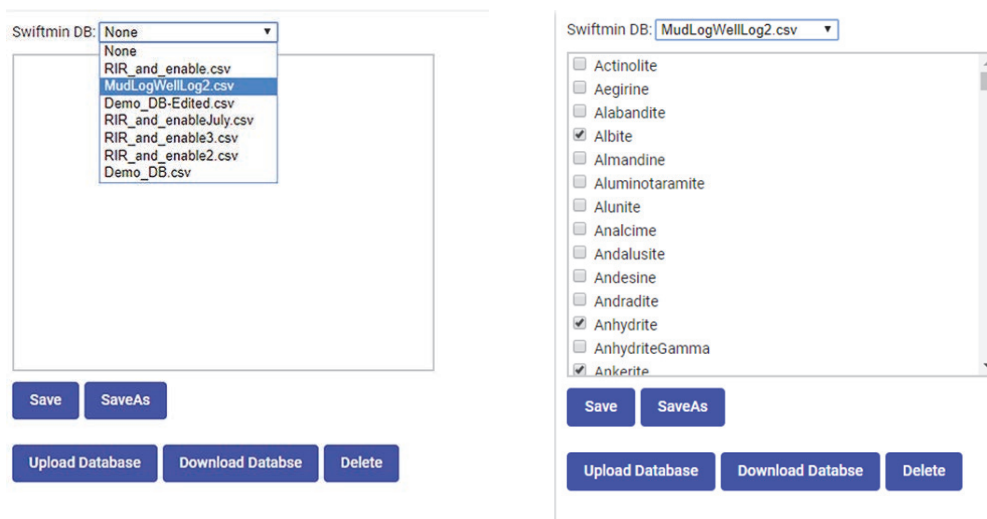

图 5-8 选择数据库（左图）和编辑矿物列表（右图）
2. 点击**SwiftMin DB**选项框中的下拉箭头，选择一个数据库（参见第74页的图 5-8）。
3. 在矿物列表中，点击想要在数据库中启用或禁用的矿物旁边的复选框（参见第74页的图 5-8）。